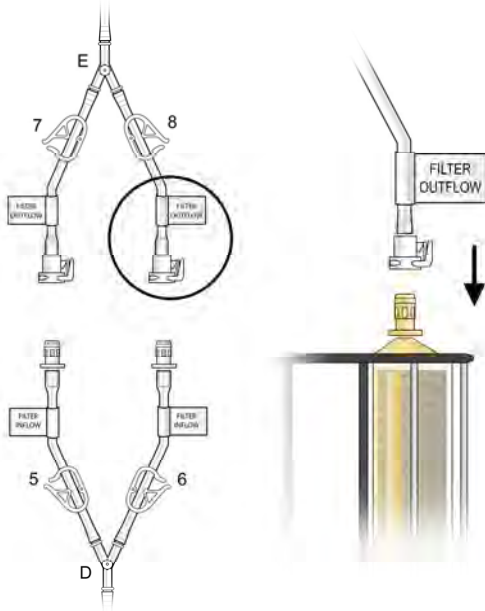

Figura 8
- (g) Conecte las líneas de salida (etiquetadas e identificadas como en la figura 8) a los conectores de salida del cartucho del filtro situados en la parte superior del doble filtro utilizando los acoplamientos del conector rápido (presione y haga clic); véase la figura 8.